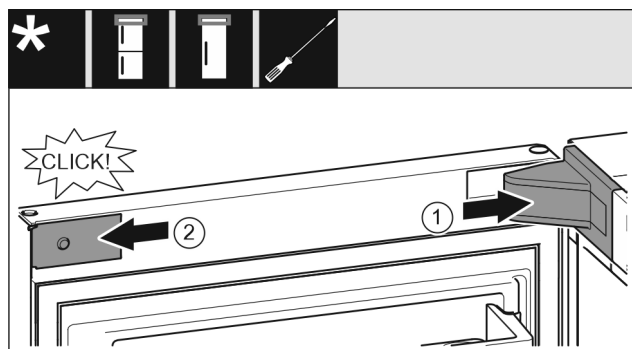

Fig. 20
- ▶ Nasadíte kryt ložiskovej konzoly a zaistíte, príp. opatrne rozťahujete. Fig. 20 (1)
- ▶ Z boku nasadíte a zaistíte kryt. Fig. 20 (2)